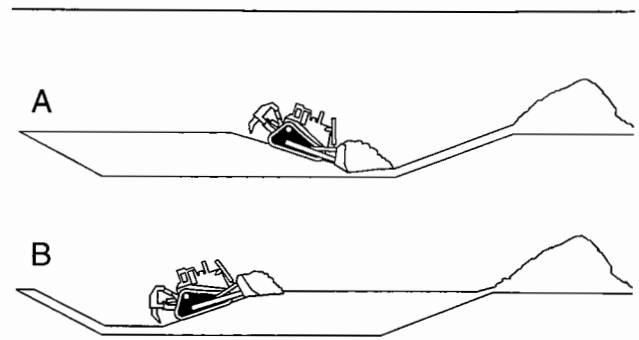

Ilustración 171
Comience en el extremo de la zona de descarga y trabaje hacia atrás. Vea el diagrama (A) en la ilustración 171. Se puede cargar la hoja a medida que se mueve cuesta abajo. Además, se puede acarrear después la carga en una superficie horizontal. La técnica que se muestra en el Diagrama (B) no es tan eficiente como la técnica que se muestra en el Diagrama (A). En el Diagrama (B), la máquina está empujando una carga cuesta arriba y el operador no utiliza la zanja. El nivel de explanación a través de toda la zanja no será eficiente porque la distancia promedio para empujar el material hasta la zona de descarga será mayor.